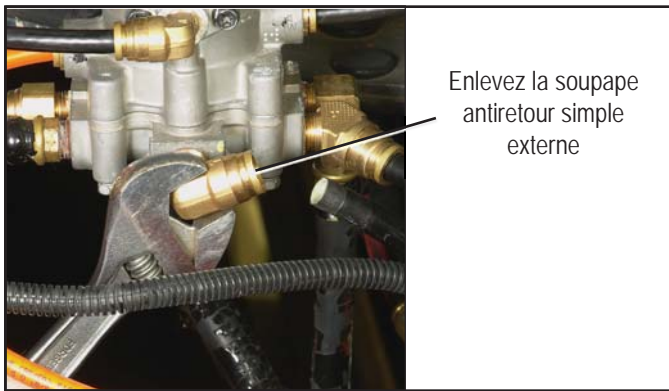
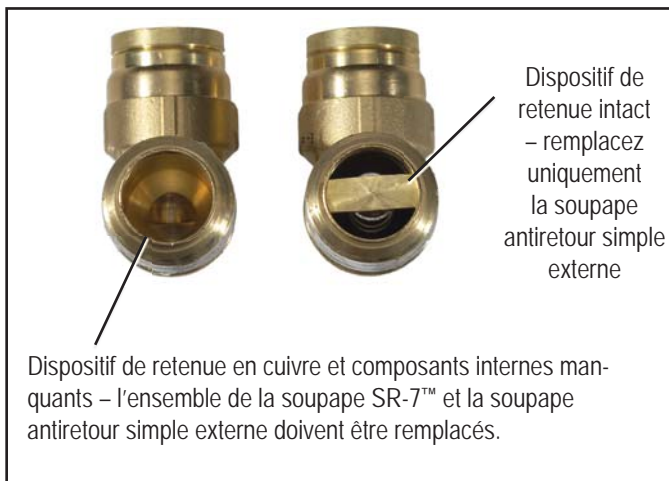

Figure 4- RETRAIT DE LA SOUPE ANTI RETOUR SIMPLE EXTERNE
Figure 6 – SOUPE ANTI RETOUR SIMPLE PARKER
5. Prenez note de l'orientation de la soupape antiretour externe, puis retirez-la. Reportez-vous aux Figures 4 et 5. **IMPORTANT** : **Inspectez l'orifice de refoulement (le côté fileté) de la soupape antiretour simple Parker, afin de vous assurer de la présence des composants de la soupape antiretour. Le dispositif de retenue en cuivre doit être présent et intact. Reportez-vous à la Figure 6.**